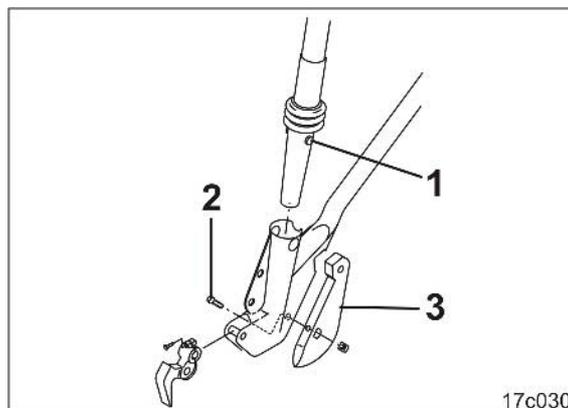

Fig. 218
1. Meter presionando los botones (Fig. 218/1) de la tolva en el cuerpo de la reja.
3. Retirar el tornillo (Fig. 218/2) (par de apriete 45 Nm).
4. Sacar la punta de la reja (Fig. 218/3) del anclaje.